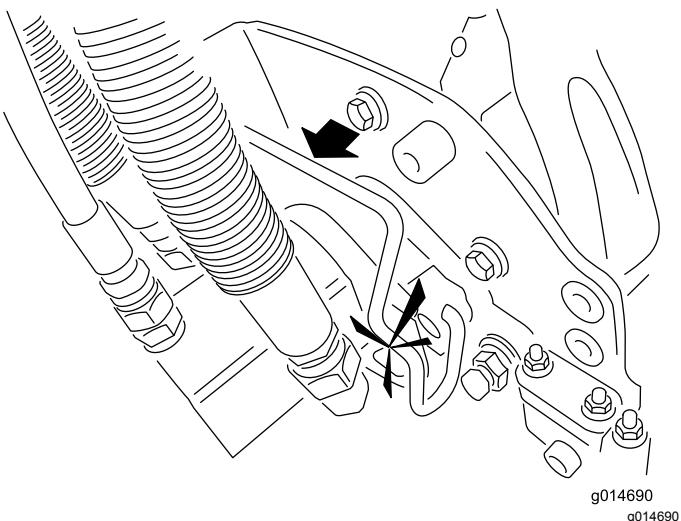

Bild 3
- Setzen Sie den Motor in die linke Seite der Dreifachrolle (aus Sicht der Bedienerstellung) ein und ziehen Sie die Motorbefestigungsstange an der Dreifachrolle zum Motor, bis Sie einen Klick von beiden Seiten des Motors hören (**Bild 3**).